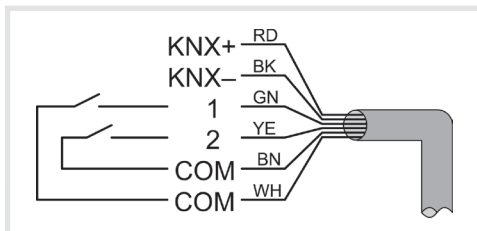

Figure 2 : Raccordement des entrées
- Le cas échéant raccorder les contacts libres de potentiel aux entrées (figure 2)